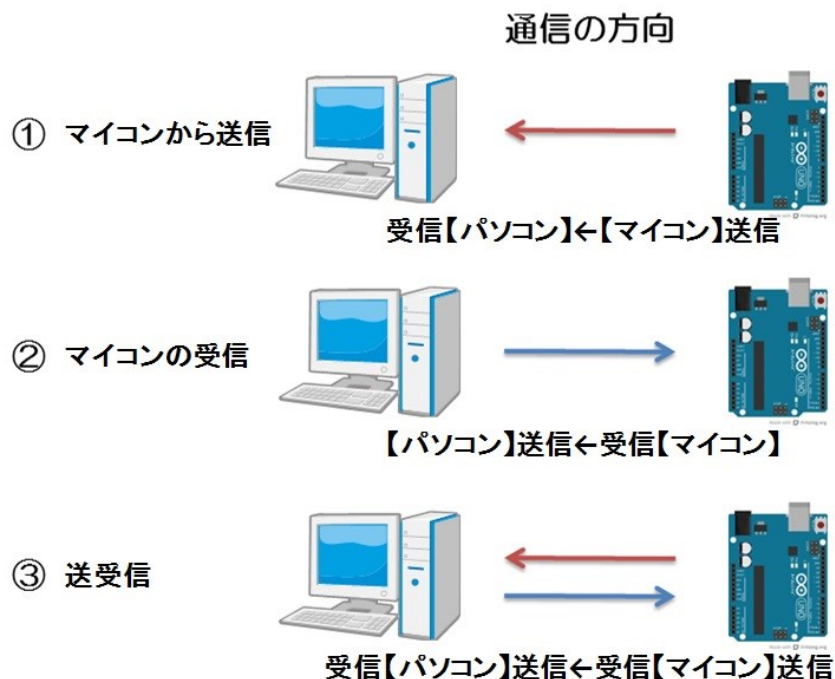

図 2.77 マイコンとパソコンの通信方向 (①マイコンから送信, ②マイコンの受信, ③送受信)
シリアル通信の演習・課題・発展課題では、図 2.77 に示すように、①データの送信、②データの受信、③データの送受信、およびこれまでの実験で習得した技術を統合的に扱う。
① **マイコンからデータの送信**・・・Serial.print または Serial.println 関数を用いて、D1 ポートをデータ送信用ポート（TX）に設定（Serial.begin を宣言することで自動的に設定される）して、マイコンから PC にデータを送信する。その送信されたデータをシリアルモニタで確認する。
② **マイコンのデータの受信**・・・シリアルモニタのデータ送信機能を利用し、データ受信用ポート（RX）に設定された D0 ポートを使用して、PC からマイコンにデータを送信する。マイコンは Serial.available 関数を用いてデータが受信されたことを確認した後に、Serial.read 関数を使用してそのデータを受信する。
③ **データの送受信**・・・PC から送信されたデータをマイコンが受信して、受信データに対応した処理を実行し、その実行結果を PC に送信する。